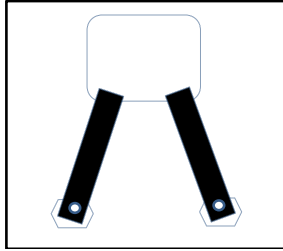

Figure 1 : 1500 RAM*
Étape 6 : Glissez deux des attaches taraudées de 3/8 po dans le trou rectangulaire supérieur, et alignez-les sur chaque trou hexagonal de sorte que les taraudages des attaches soient visibles. **Fig 1**